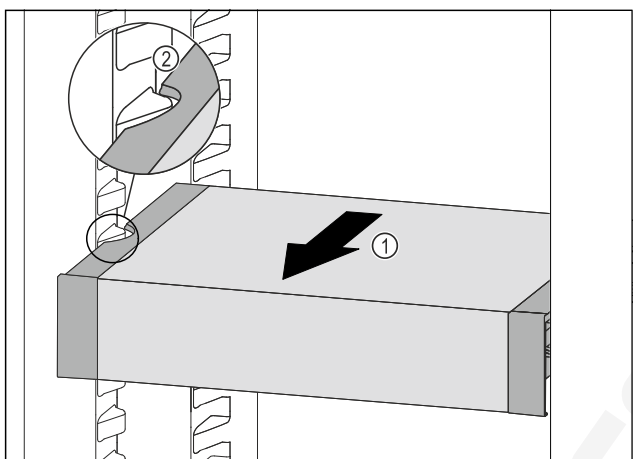

Fig. 78
- ▶ Húzza előrefelé a VarioSafe fiókot annyira Fig. 78 (1), hogy a VarioSafe oldalsó kivágásai a hűtőrészben a tartóborða magasságában legyenek. Fig. 78 (2)